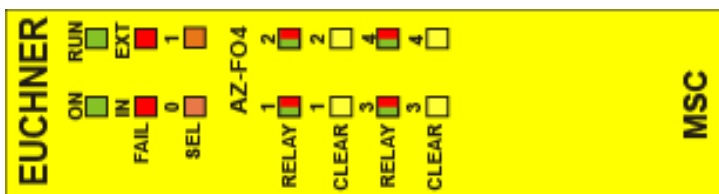

Figure 36:
8.4.9. Module AZ-F04 (Figure 36)